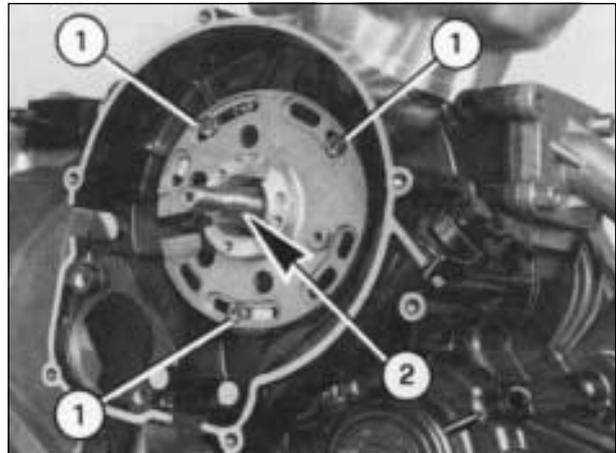

Fig. 16
17) TOGLIERE le viti di fissaggio della piastra statore (1-Fig. 16) e rimuoverla, quindi togliere la chiavetta (2-Fig. 16).
17) REMOVE the stator plate fastening screws (1-Fig. 16) and remove the stator plate, then remove the woodruff key (2-Fig. 16).